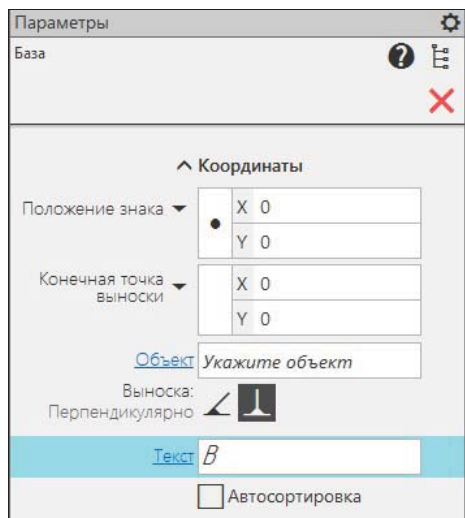

Рис. 13.8. Панель Параметры: База
- ◆ щелкните ЛК мыши по кнопке **База** на панели инструментов **Обозначение**. На панели **Параметры: База** (рис. 13.8) выберите следующие параметры: